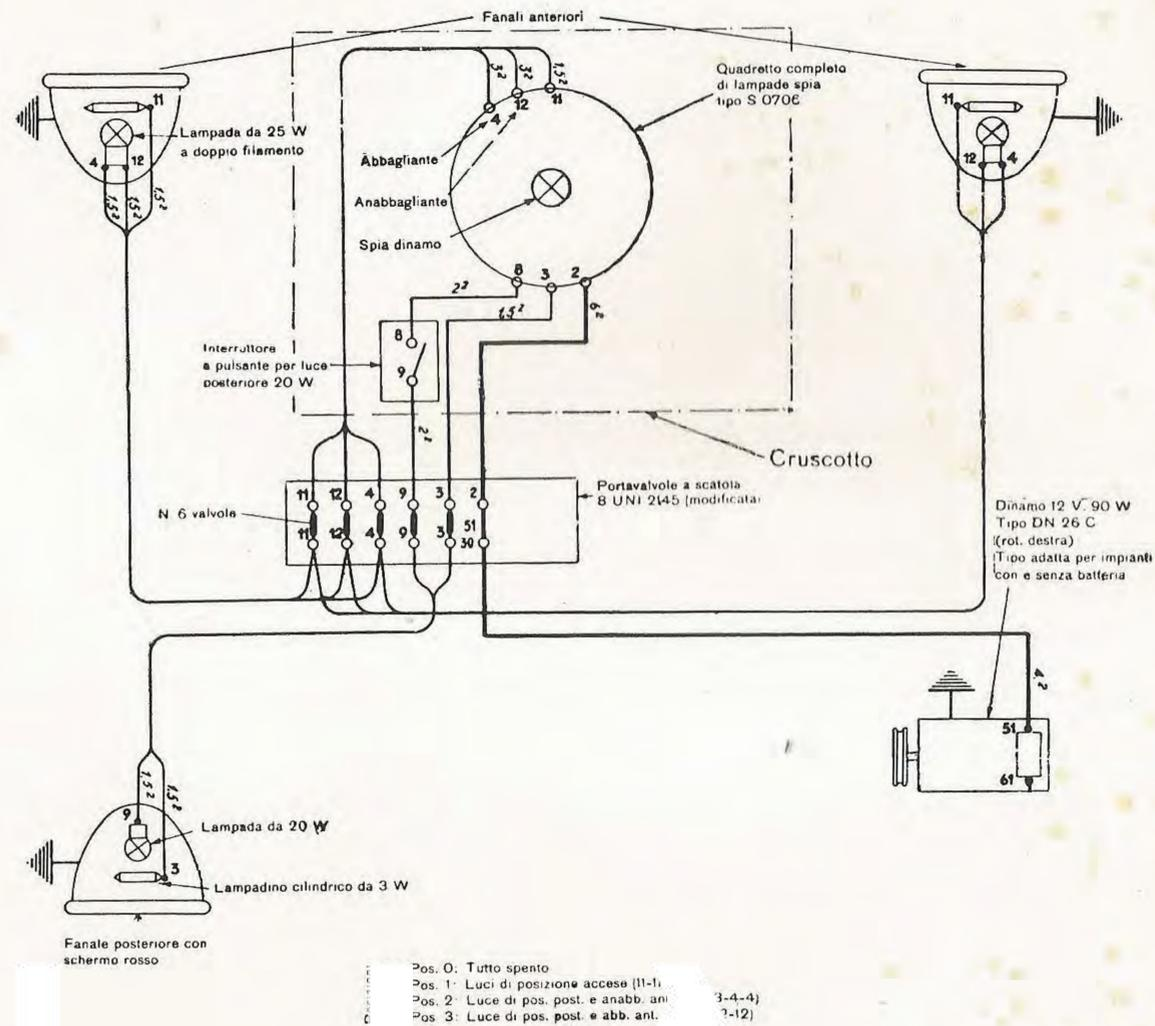
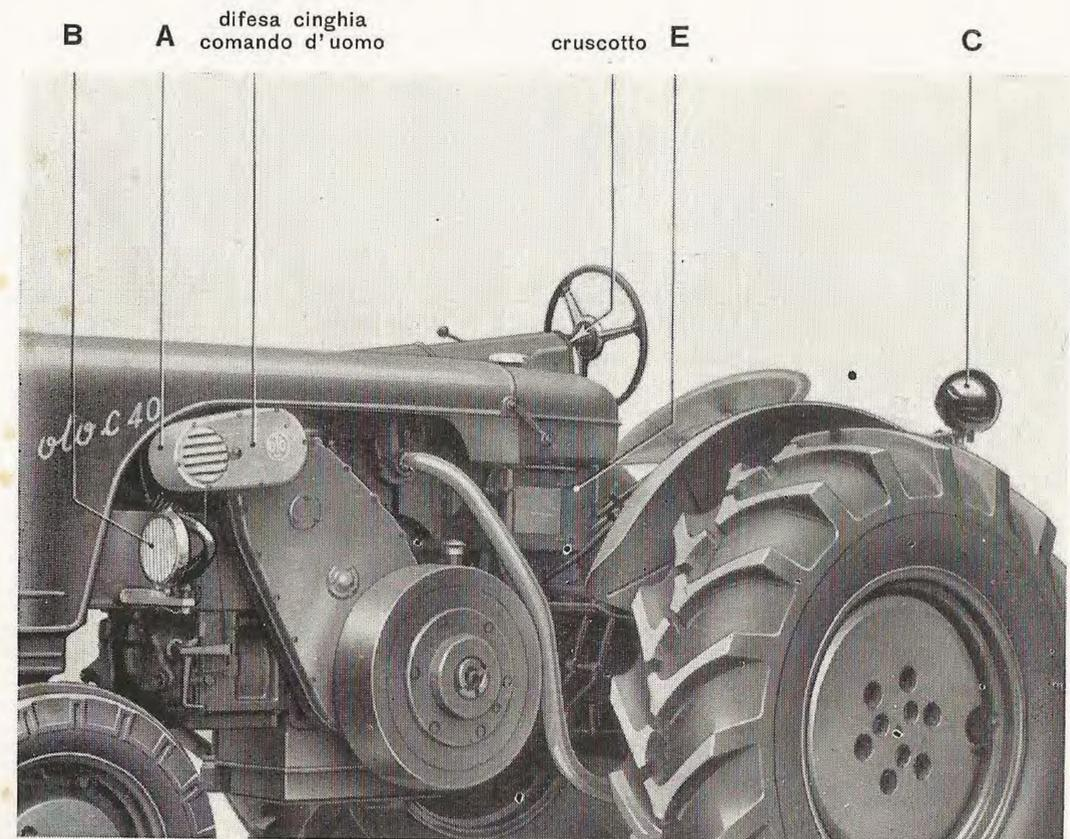

Fig. 12
Fig. 13 — A Dinamo — B Fari anteriori — C Faro posteriore — E Ripostiglio batteria.
L'impianto di illuminazione è rappresentato nello schema fig. 12 e nelle figure 13 e 14.
1) Una dinamo A (fig. 13) da 90 Watt-12 Volt azionata dall'asse del ventilatore mediante una cinghia trapezoidale.
2) Due fari anteriori orientabili B (fig. 13) a tre luci (abbagliante, anabbagliante e luce di posizione) con lampade da 25 Watt a doppio filamento e un lampadino cilindrico da 3 W.
3) Un faro posteriore orientabile C (fig. 13) a due luci con lampada da 20 Watt e lampadino cilindrico da 3 Watt per luce di pos.